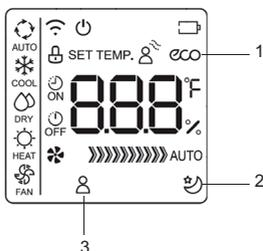

fig. 6 -
- Funcționare „ECO”** (partea 1 - "fig. 6 -") (afișarea unității interioare arată cuvântul "E - C - O" cu literele care apar una după alta, urmate de indicarea temperaturii setate). Funcția de „economisire a energiei" poate fi activată doar în modul COOL prin apăsarea tastei „ECO". Dacă punctul de reglare a temperaturii este mai mic de 24 ° C, prin activarea modului „ECO", temperatura setată se modifică automat la 24 ° C, iar viteza ventilatorului este setată pe „Auto" pentru a economisi energie. Dacă punctul de reglare a temperaturii este mai mare de 24 ° C, prin activarea modului „ECO", punctul de reglare a temperaturii nu este modificat și viteza ventilatorului este setată pe „Auto". Pentru a ieși din modul de funcționare „ECO", apăsați tasta „ECO" sau selectați un alt mod de operare sau coborâți punctul setat de temperatură până la o valoare mai mică de 24 ° C.
- Funcționare SLEEP** (part.2 - "fig. 6 -"). Păstrează butonul "ECO" în 2 secunde pentru activarea modului "SLEEP", arătat de simbolul aferent de pe ecran. Temperatura de referință crește (funcționare în răcire „COOL") sau scade (funcționare în încălzire „HEAT") cu 1°C la intervale prestabilite, pentru un maximum de 2 ° C. Funcția SLEEP se încheie automat după 8 ore și unitatea continuă să funcționeze menținând ultimul punct stabilit. Funcția nu este disponibilă în modulele de operare „FAN" (ventilație) și „DRY" (dezumidificare)
- Funcționare „FOLLOW ME”** (part.3 - "fig. 6 -"). Activabilă în funcționarea HEAT - AUTO - COOL. Telecomanda trimite automat la fiecare 3 minute semnalul temperaturii locale citită de aceasta către aparatul de aer condiționat. Această temperatură este luată ca referință pentru comanda aparatului. Trebuie ca telecomanda și unitatea să poată transmite și primi semnalul de la una la cealaltă. Dacă aparatul nu primește semnalul de la telecomandă timp de 7 minute, nu va mai lua în considerare această valoare și va reveni la utilizarea valorii citite de sonda aparatului.